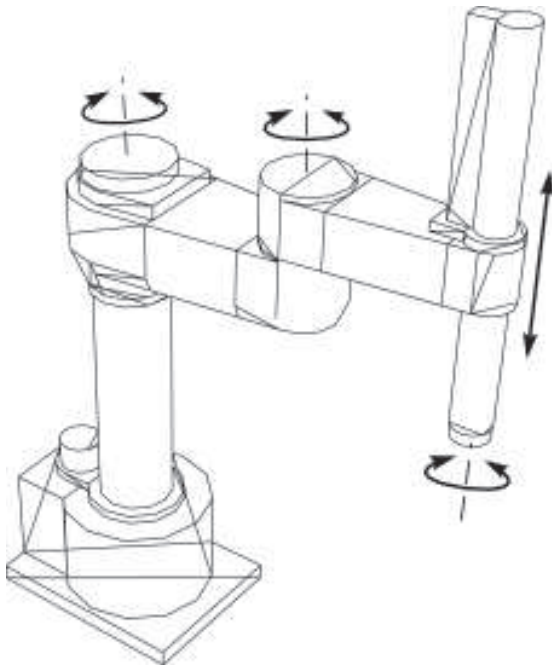

Figura 2
4. Método Matricial: explicar la localización y orientación de los sistemas de referencia locales en el robot de la figura 2.